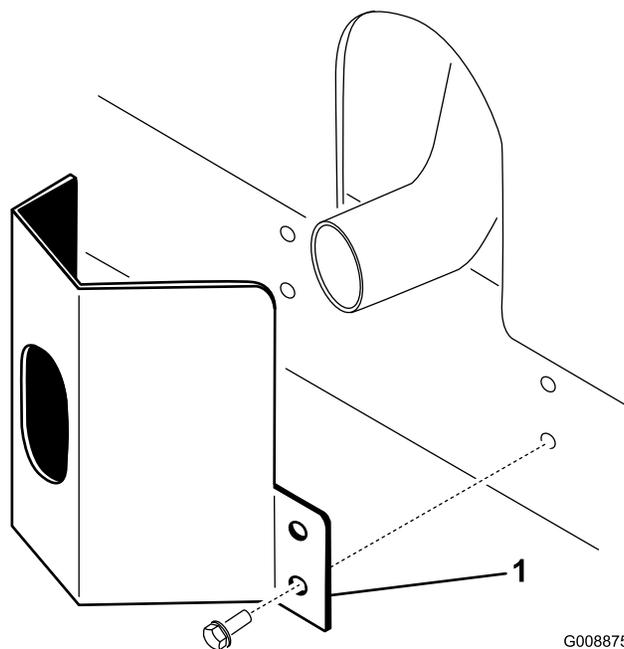

图11
- 用 4 个自攻螺丝将排气护罩固定到机架上图11。
- 将排气护罩放到消声器旁边同时将安装孔与机架中的孔对齐图11。